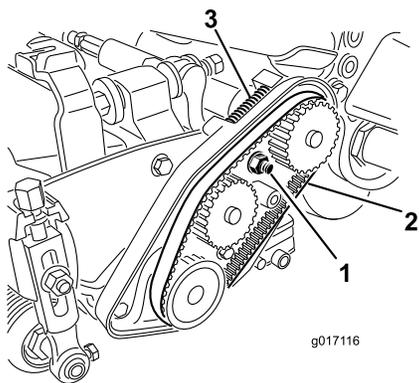

Figura 45
- A. Allentate il dado di montaggio dell'alloggiamento dei cuscinetti (Figura 45).
- C. Pulite eventuali detriti dall'interno del vano della cinghia e attorno alla molla di compressione (Figura 45).